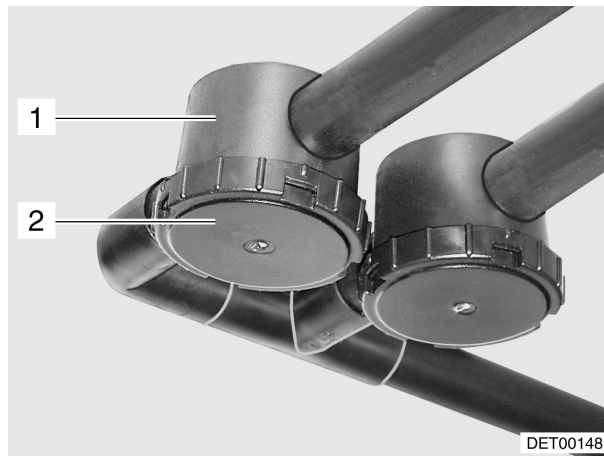

Bild 133 Geruchsverschluss
- ▲ Wenn Frostgefahr herrscht, bei Modellen ohne Doppelboden den Siphon-Boden (Bild 133,2) entfernen. Damit ist der Siphon vor dem Einfrieren geschützt.
Um eventuelle Geruchsbelästigungen durch die Abwasseranlage zu verhindern, wurde der Motorcaravan mit Geruchsverschlüssen (Bild 133,1) ausgerüstet. Die Geruchsverschlüsse sind in den Abwasserleitungen eingebaut.